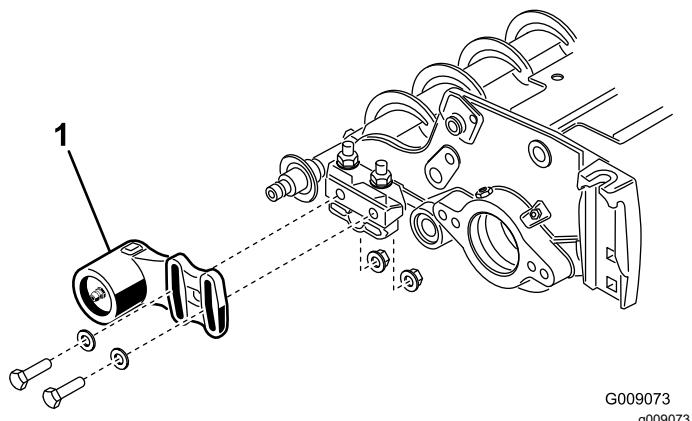
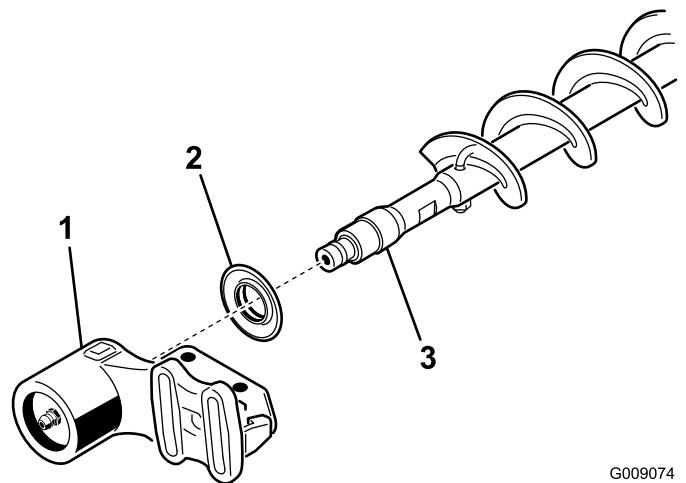

Figura 36
Figura 37
1. Se estiver instalada uma escova do rolo na unidade de corte, remova os dois parafusos, anilhas e porcas que prendem a caixa de rolamentos do lado oposto à transmissão ao suporte de montagem da caixa de rolamentos (Figura 36) e (Figura 37).
2. Deslize a caixa de rolamentos do lado oposto à transmissão e vedante de eliminação de sedimentos do veio da escova (Figura 37).
9. Instale o vedante de eliminação de sedimentos e a caixa de rolamentos do lado oposto da transmissão no veio da escova (Figura 37).